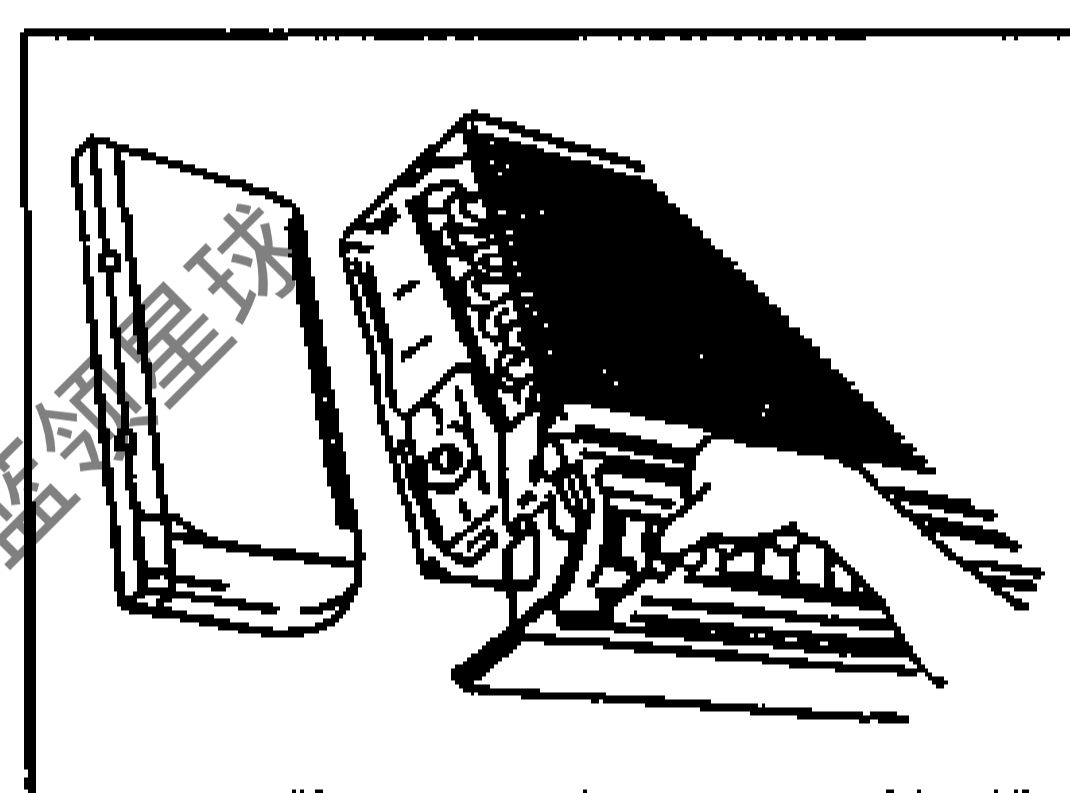

图 7-2-7
(4) 从主机上拆下下板。只要拧松 3 只螺钉而不必拆下就能将下板拆下。如图 7-2-7 所示。